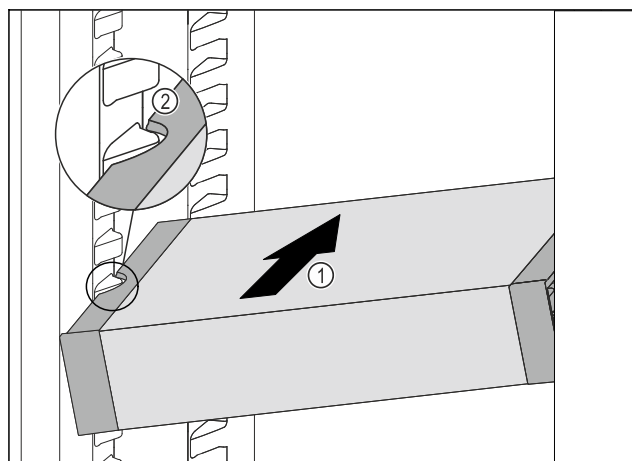

Fig. 114
- ▶ Zasuňte VarioSafe do chladničky pod úhlem tak Fig. 114 (1), aby vybrání na bocích Fig. 114 (2) VarioSafe byla na úrovni žebrování na nádoby v chladničce.